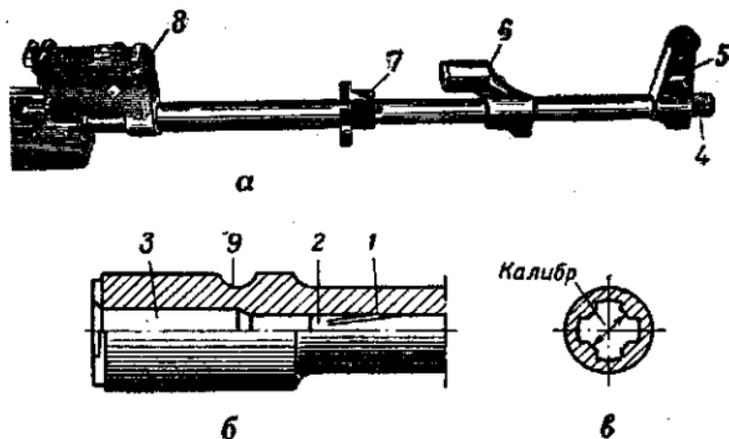

Рис. 25. Ствол:
11. Ствол (рис. 25) служит для направления полета пули. Внутри ствол имеет канал с четырьмя нарезами, выющимися слева вверх направо. Нарезы служат для придания пуле